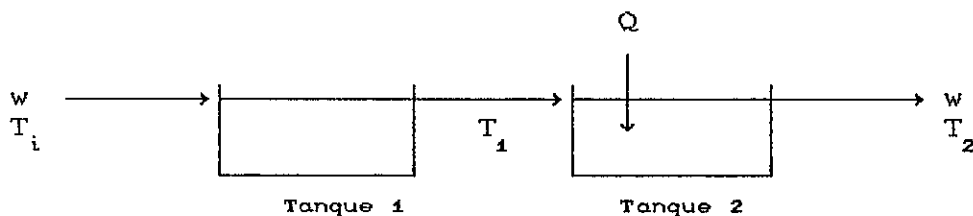

FIGURA V.7.
V.7. O processo de aquecimento com dois tanques mostrado na FIGURA V.7. abaixo consiste de dois tanques idênticos, bem agitados em série. Um fluxo de calor pode entrar no tanque 2. No tempo $t = 0$, a taxa de calor para o tanque 2 repentinamente aumenta de acordo com uma função degrau para 1000 Btu/min e a temperatura de entrada da água T_i cai de 60 °F para 52 °F de acordo com uma função degrau. Essas mudanças no fluxo de calor e na temperatura de entrada da água ocorrem simultaneamente.